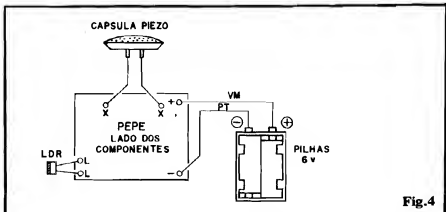

Fig.4
- FIG. 4 - CONEXÕES EXTERNAS À PLACA - Ligações super-simples, já que o único especial cuidado deverá ser direcionado para a polaridade da alimentação, como sempre codificando o fio do positivo pelo condutor **vermelho** vindo do suporte de pilhas, e considerando o fio **preto** como correspondente ao **negativo**... A cápsula piezo e o LDR não são componentes polarizados, portanto não exigem cuidados especiais na ligação, desde que se respeitem os pontos de conexão a eles destinados, na placa (respectivamente X-X e L-L...). Notem que, embora aparentemente a figura mostre a cápsula piezo e o LDR ligados de forma quase que direta à placa, eventualmente - dependendo do arranjo final de instalação na caixa - tais componentes **podem** receber "prolongamentos" de seus terminais, através de pedaços de fio no conveniente comprimento, de modo a facilitar sua acomodação no interior do **container** escolhido...